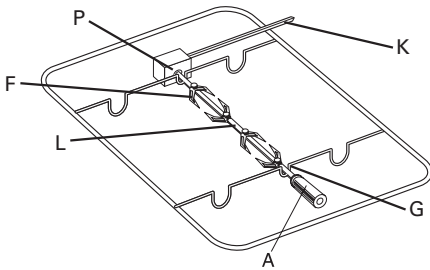

fig. 8 - NF925
- Steek het gerecht aan de spit (L) en zet het stevig en goed uitgebalanceerd vast met de haken (F). Zie fig. 8.
- Duw de draaispit in opening (P) van de koppeling en leg hem aan de voorzijde in haak (G). Verwijder handgreep (A).
- Schuif het rooster met grillspit in de oven. Zorg dat de aandrijfas (K) in de opening van de grillmotor valt.